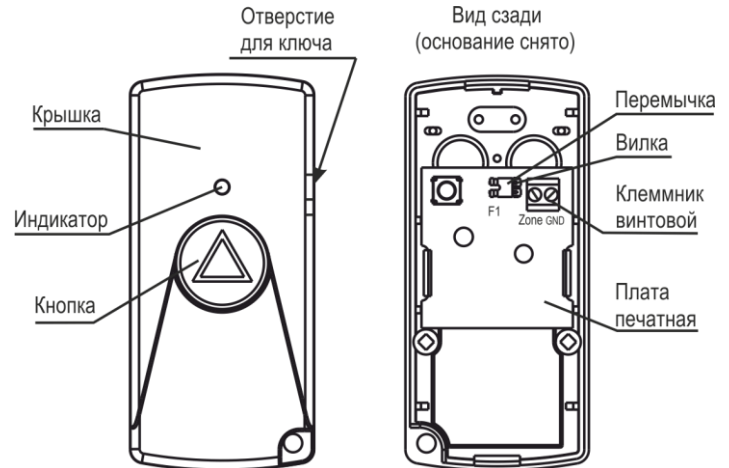

Рисунок 2
4.1 Конструктивно извещатель выполнен в виде блока, состоящего из съемной крышки (лицевая сторона) и основания (рисунок 2).